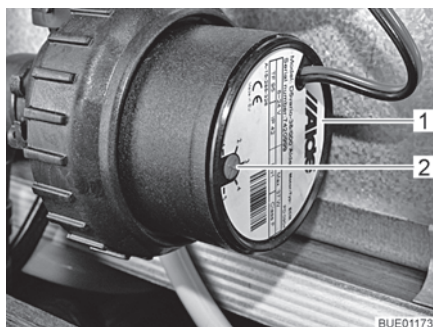

Fig. 138 Réduction de la vitesse de rotation
Le bouton tournant (Fig. 138,2) permet de régler la vitesse de rotation du circulateur. Une faible vitesse de rotation réduit les bruits de fonctionnement de la pompe.
Le bouton tournant se trouve sur le circulateur (Fig. 138,1).
- Tourner le bouton tournant (Fig. 138,2) dans le sens inverse des aiguilles d'une montre. La puissance est réduite.